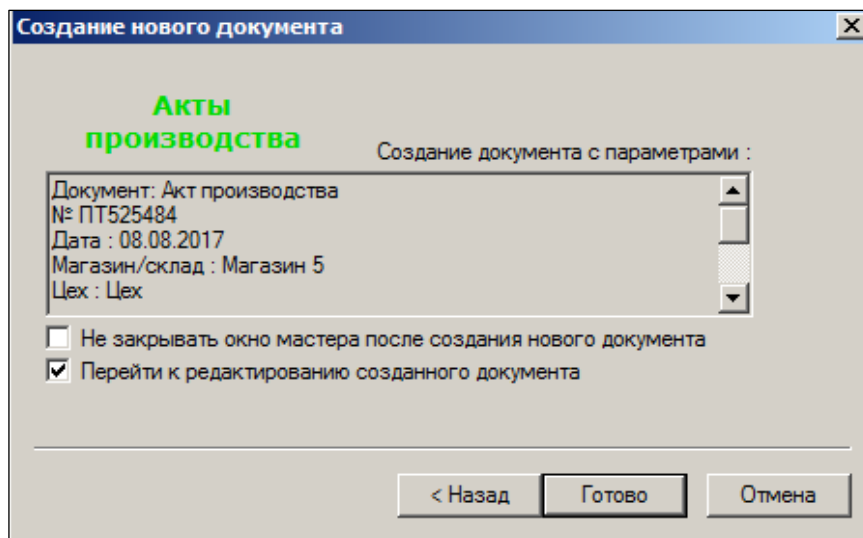

Рисунок 63 – Создание акта производства (5)
7. В появившемся окне можно увидеть заданные ранее атрибуты документа и установить флаг **Перейти к редактированию созданного документа**; нажать кнопку **Готово** (Рисунок 63):